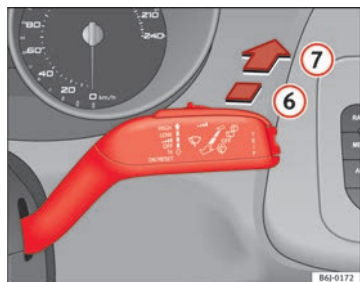

Fig. 66 Leva del tergi-lavacristalli: tergilunotto
- Premere la leva in avanti innestandola nella posizione ⑥ ⇒ fig. 66. In questo modo il tergilunotto effettua un'escursione ogni 6 secondi circa.
- Spingere la leva in avanti fino in fondo, portandola nella posizione ⑦ ⇒ fig. 66. Il tergilunotto e il lavalunotto si attivano simultaneamente. Il lavalunotto continuerà ad operare fintanto che si tiene la leva in questa posizione.